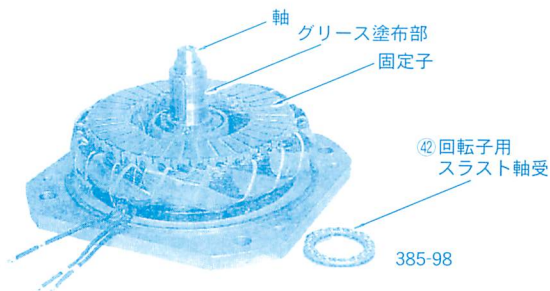

図24 回転子用スラスト軸受の交換
(5) 回転子用スラスト軸受の交換
カラー②⑥を取ると、回転子用スラスト軸受が露出しますので、取り出してください(図24)。軸受を再使用する場合は、グリースをきれいにふき取り、ごみなどが付着しないように保管してください。